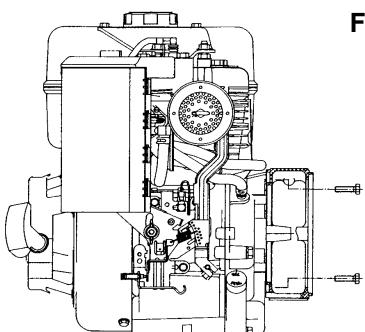

Fig. 1
-) Montare il coperchio anteriore sul motore fissandolo con le apposite viti e applicando una coppia di serraggio di $48\pm7\%$ Nm se si impiegano viti M10 o $21\pm7\%$ Nm nel caso di viti M8 (fig. 1).
-) Mount the front cover on the motor, by fixing it with the proper screws and by applying a tightening torque of $48\pm7\%$ Nm if M10 screws are used or $21\pm7\%$ Nm if M8 screws are used (fig.1).
-) Monter le couvercle avant sur le moteur, en la fixant avec les vis prévues à cet effet et en appliquant un couple de serrage de $48\pm7\%$ Nm si on utilise des vis M10 ou de $21\pm7\%$ Nm en cas de vis M8 (fig.1).
-) Den vorderen Deckel auf den Motor setzen und ihn mit Hilfe der entsprechenden Schrauben und einem Anzugsmoment von $48\pm7\%$ Nm festziehen, wenn Schrauben M10 verwendet werden, oder aber mit einem Anzugsmoment von $21\pm7\%$ Nm bei Verwendung von Schrauben M8 (Abb. 1).
-) Monte la tapa anterior encima del motor sujetándola con sus tornillos y aplicando un par de torque de $48\pm7\%$ Nm si utiliza tornillos M10, o de $21\pm7\%$ Nm si utiliza tornillos M8 (fig.1).